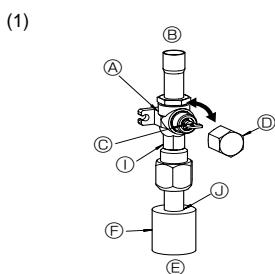
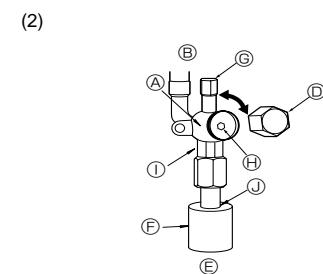

Fig. 4-5
Fig. 4-6
- (1) Gassidan (Fig. 4-5)
- ① Ta bort locket, dra handtaget mot dig och vrid motors 1/4 varv för att öppna.
- ② Kontrollera att stoppventilen är helt öppen, tryck in handtaget och skruva på locket igen.
- (2) Vätskesida (Fig. 4-6)
- ① Ta bort kåpan och vrid ventilstången motsols så långt det går med en 4 mm sexkantsnyckel. Sluta när den når stoppet.